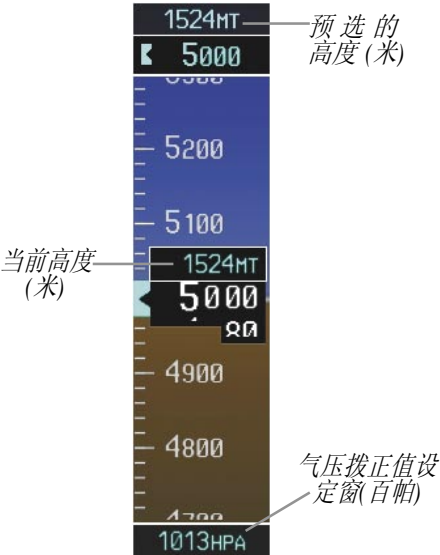

图 2-10 高度表 (公制单位)
预选高度和当前高度也可以用米来显示(仅在英尺读数的上方显示米;图 2-10)。注意高度带的刻度比例和读数是不变的。
- 3) 按METERS键打开高度米读数(见图2-10)。
或,按下HPA 软按键将显示的气压单位设为百帕 (hPa; 见图2-10)。